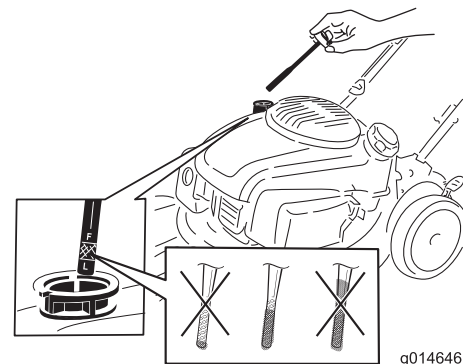

Figure 9
1. Retirez la jauge, essuyez-la sur un chiffon propre puis remettez-la dans le goulot de remplissage, **sans la visser** (Figure 9).
2. Ressortez la jauge et vérifiez le niveau d'huile (Figure 9). Si le niveau n'atteint pas le repère minimum (Add) sur la jauge, versez **lentement** une quantité d'huile suffisante dans le goulot de remplissage pour faire monter le niveau jusqu'au repère maximum (Full). **Ne remplissez pas excessivement.** (Remplissage max. : 0,65 L (22 oz), type : huile détergente 10W-30 ou SAE 30 de classe de service API SJ ou supérieure.)